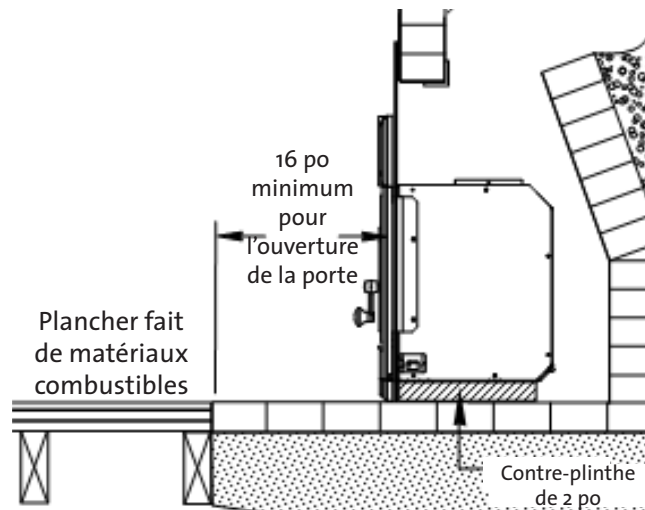

Figure 3. La protection est requise si l'âtre est au même niveau que le plancher fait de matériaux combustibles. La contre-plinthe doit être installée.
- **Âtre au même niveau que le plancher:** Dans les endroits où l'âtre est au même niveau que le plancher fait de matériaux combustibles, le poêle encastré doit être surélevé avec la contre-plinthe de 2 po fournie. Voir figure 3.